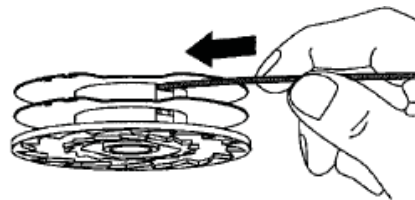

Fig. 16
- Inserte cada uno de los extremos de la línea a través de las dos ranuras de la bobina (Fig. 16).